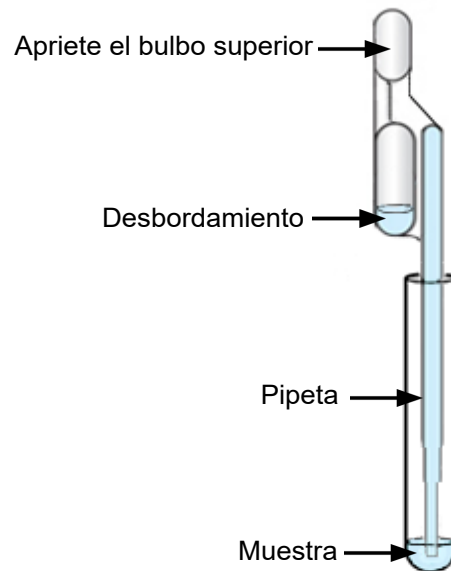

Figura 3. Pipeta de transferencia
1. Apriete **por completo** el bulbo superior de la pipeta de transferencia y ponga la punta de la pipeta en el tubo de medio de transporte ESwab que contenga la muestra de paciente (consulte la Figura 3).
- Para transferir la muestra de paciente al cartucho, apriete el bulbo superior de la pipeta de transferencia por completo para vaciar el contenido de la pipeta en la abertura grande (cámara de muestras) en el cartucho mostrada en la Figura 4. No hay problema si queda un exceso de muestra en el depósito de desbordamiento de la pipeta (Figura 3).